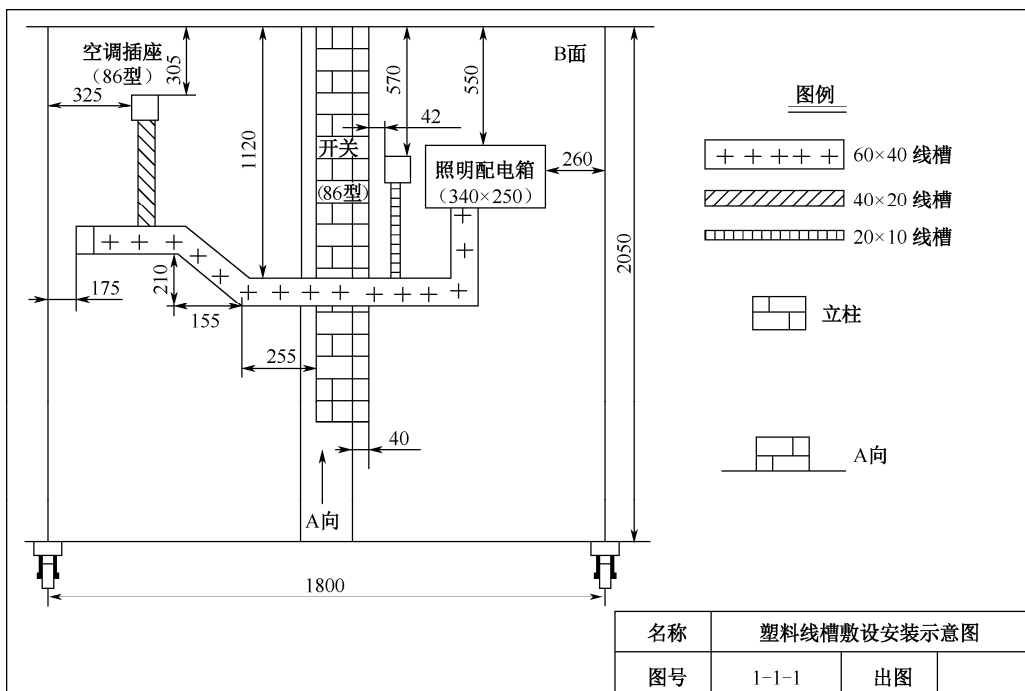

图 1-1-1 塑料线槽敷设安装示意图
根据如图 1-1-1 所示的塑料线槽敷设安装示意图，请你完成塑料线槽的敷设安装。
2. 塑料线槽的规格很多，按厚度分有_____型和_____型两种，按尺寸大小可以分为很多种，其中本次任务中施工图 1-1-1 所示的线槽规格共有三种。
1. 如图 1-1-1 所示的线槽平面转弯，图中给定的是两个尺寸“210，155”。你用什么方法敷设安装该段线槽？